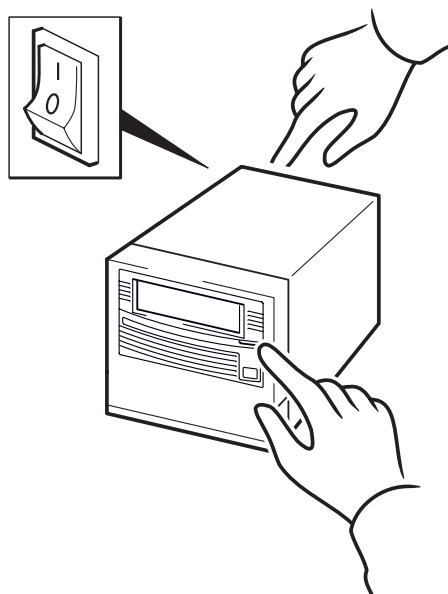

図 10b: HP OBDR の使用方法 : ステップ 2
- 2 イジェクト・ボタンを押し続けます。イジェクト・ボタンを押しながら、テープ・ドライブの電源を入れます (図 10b を参照)。これで、電源投入時に HP OBDR モードが設定されます。フロント・パネルのドライブ・デンシティ (左) およびクリーニング要 (右) LED が OBDR シーケンスで点滅したらすぐにボタンから指を離します。点滅とオフを繰り返すパターンです (ドライブの状態 LED は、通常通りに機能し、テープが動いているときは点滅し、作動可能なときは点灯したままです)。